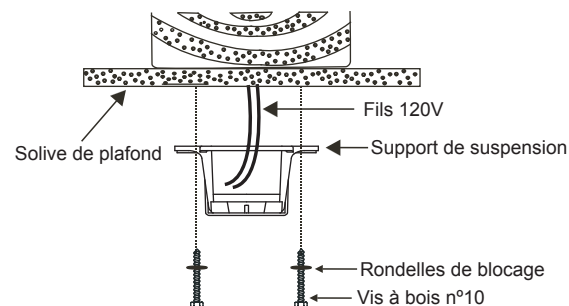

Fig. 7
**Étape 4A.** Fixez le support de montage directement sur une solive de la structure du bâtiment.Utilisez uniquement les vis à bois et les rondelles de blocage fournies avec le ventilateur. **(Fig. 7) REMARQUE : CETTE ÉTAPE NE CONCERNE QUE LES INSTALLATIONS AU CANADA.**
**MISE EN GARDE !** LE SUPPORT DE SUSPENSION DOIT ÊTRE INSTALLÉ DIRECTEMENT SUR LA SOLIVE DU BÂTIMENT AVEC LES DEUX VIS À BOIS ET LES RONDELLES FOURNIES. **(Fig. 7)**